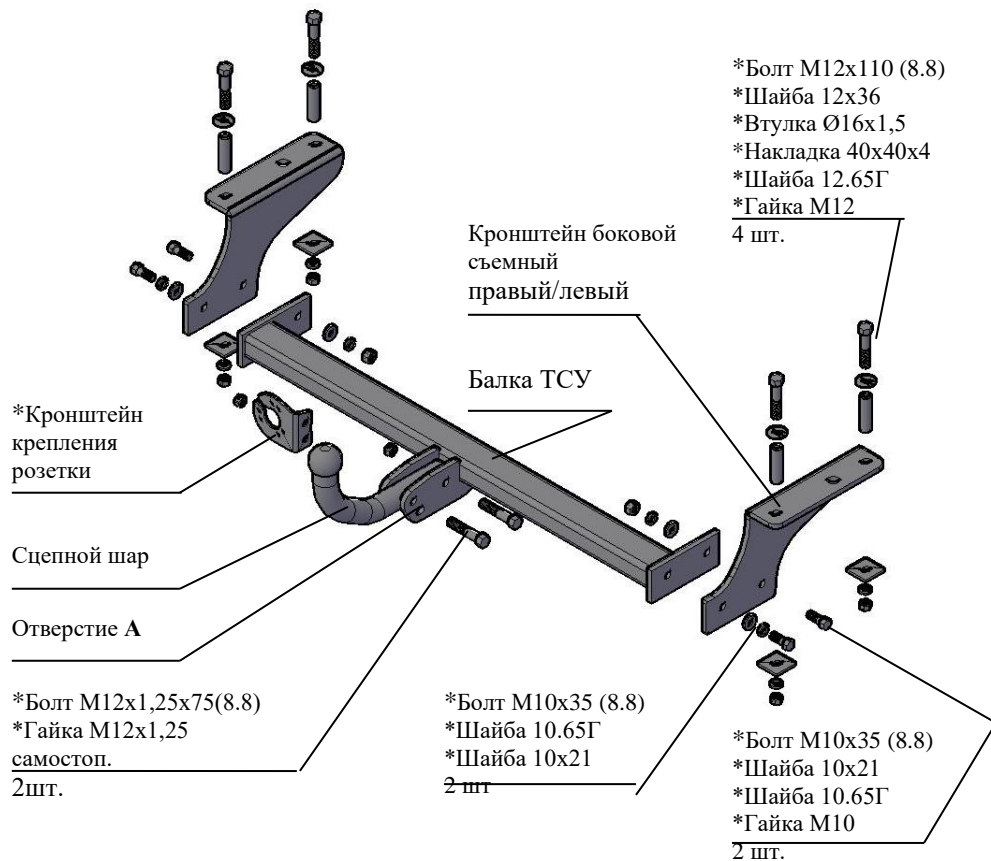

Рис.1 Тягово-сцепное устройство 9470
2.1 ТСУ 9470 в сборе (рис.1)	1 шт.
2.2 Пакет с комплектующими (см. рис.1)	1 шт.
- 4.3 Установить боковые съемные кронштейны ТСУ (правый и левый соответственно рис.1) к нижним полкам лонжеронов а/м, закрепить болтами М12х110 и гайками М12, (используя втулки и накладки 40х40, как показано на рис.1), под головки болтов подложить шайбы 12х36, под гайки - шайбы 12.65Г. Крепеж не затягивать.